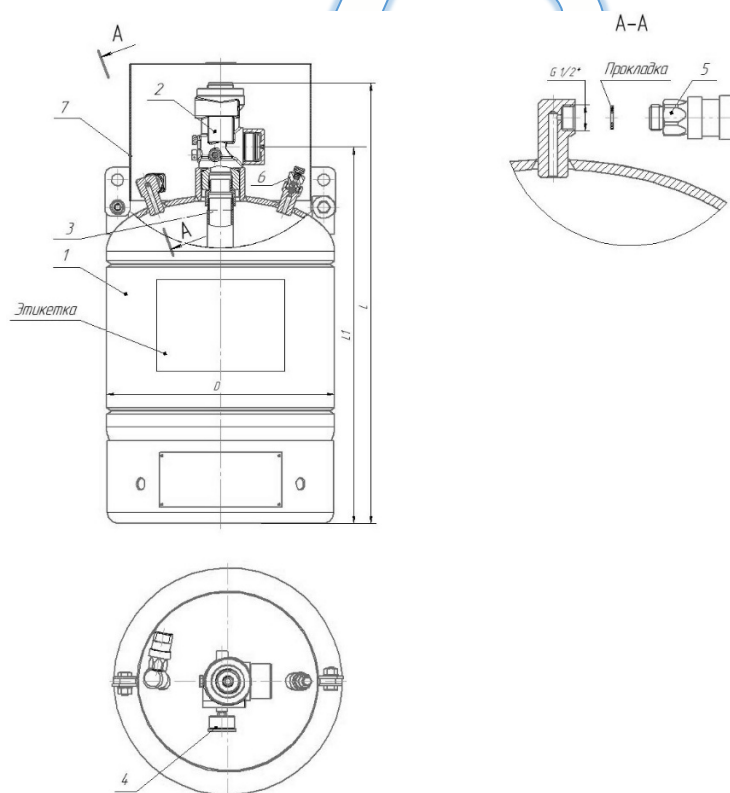

Рисунок 1 Устройство модуля МГП «Jiger EVO» (66-XXX-33) и МГП «Jiger EVO» (66-XX-50).
1.3.1.7. Устройство модулей представлено на Рисунок 1.
Состав модуля (Рисунок 1):